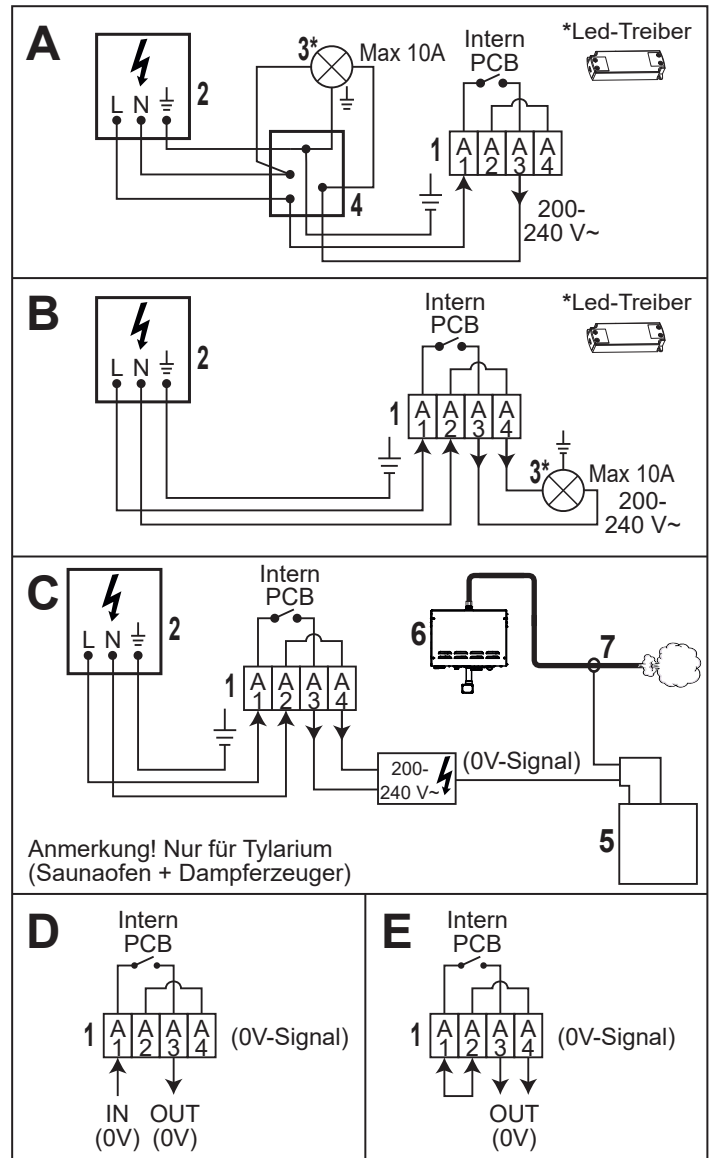

Abbildung 3: Alternative Verbindungen
2. Ein/Aus – Verwendung mit Zusatzleuchten, siehe Abb. 3 Alt, A und B
3. Duft – Zur Verwendung mit der Tylö Duftpumpe in Tylarium, siehe Abb. 3 Alt C.